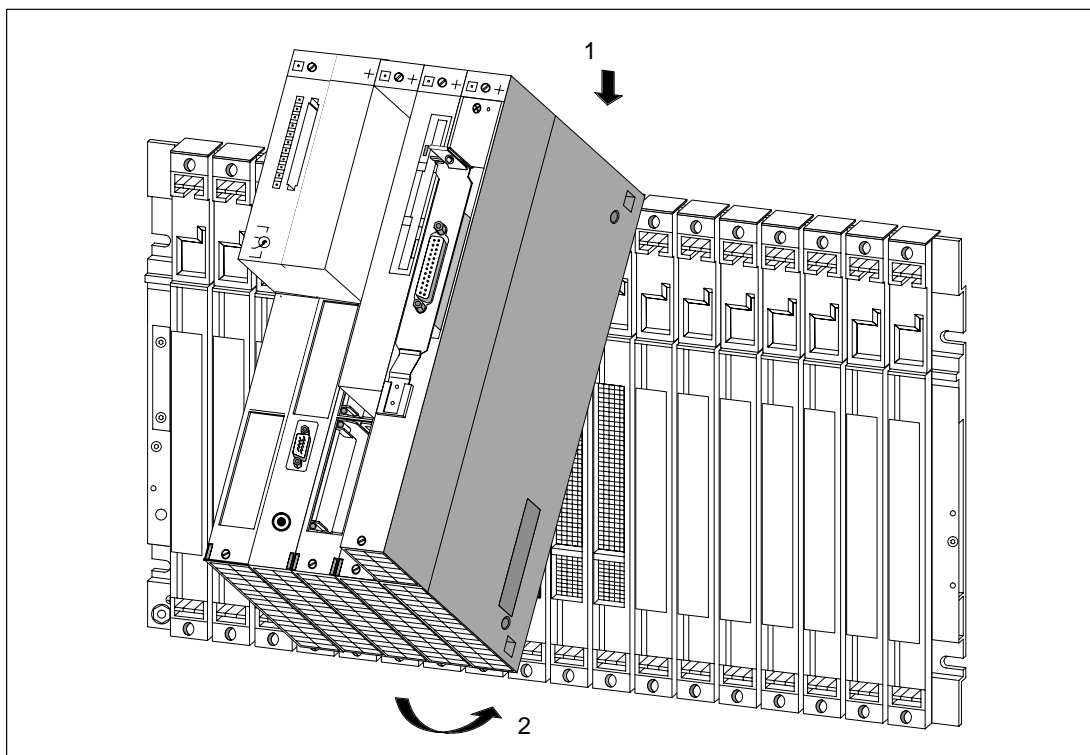

Figure 8-12 Accrocher le groupe de modules au châssis et le rabattre contre le châssis
3. Accrochez le groupe de modules en haut du châssis et rabattez-le vers le bas (voir figure 8-12).
Accrochez le groupe de modules en haut du châssis (1), puis rabattez le groupe de modules vers le bas. La figure 8-12 montre comment accrocher et rabattre un groupe de modules sur un châssis.